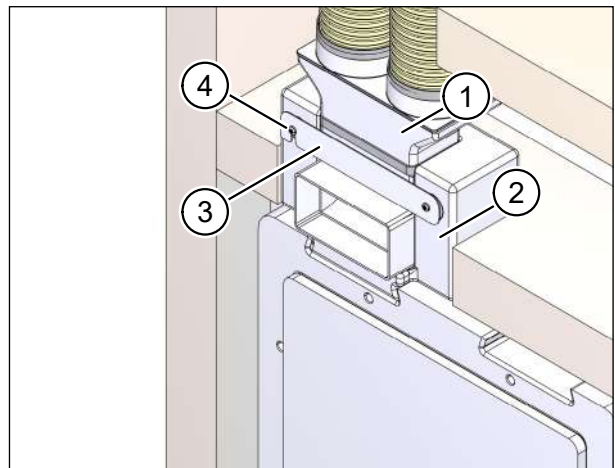

Abb. 31: Flexrohr-Verbindungsstücke einsetzen
- ▶ Setzen Sie die zusammengesetzten Flexrohr-Verbindungsstücke (Pos. 1 in Abb. 31) in den Kanalanschlussadapter (Pos. 2 in Abb. 31) ein.
- ▶ Klappen Sie den Riegel (Pos. 3 in Abb. 31) nach unten und ziehen Sie die Kreuzschlitzschrauben (Pos. 4 in Abb. 31) vorsichtig an.